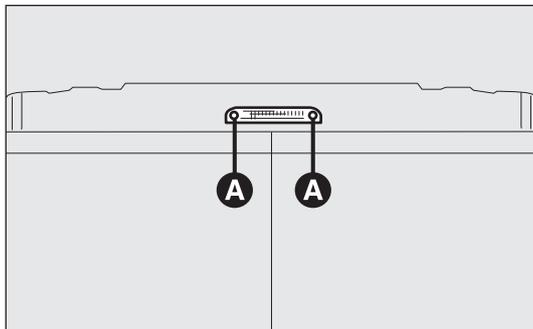

Abb. 201
- die beiden Befestigungsschrauben A-Abb. 201 herausdrehen;